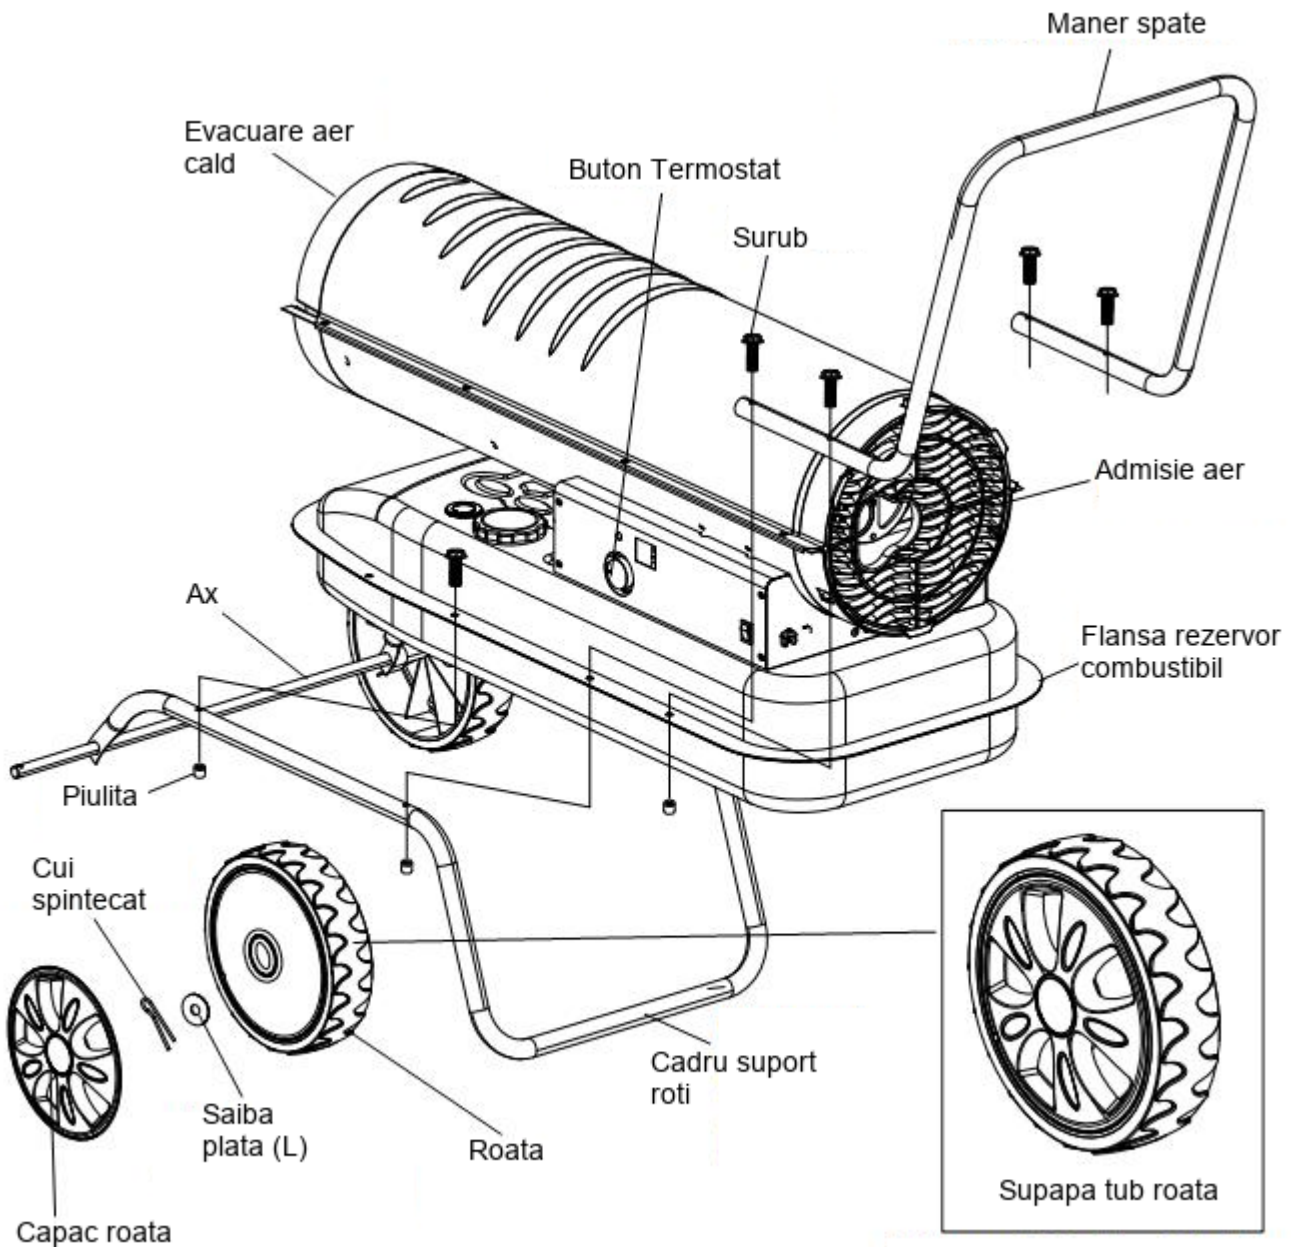

Figura 7. Asamblarea modelelor ZB-K100 / K125 / K175 / K215
2. Introduceti rotile pe ax, asigurandu-va tija supapei (daca este pneumatic) este in exterior (a se vedea Figura 7).
3. Introduceti saibele plate (L) pe ax, pe langa orificiul mic. Introduceti cuiul spintecat in gaura axului si indoiti capetele cuiului cu ajutorul clestelui.
5. Luati manerul din fata si aliniati gaurile de fixare la cele de la rezervor / cadru roti. Introduceti un surub (B) si fixati cu o piulita. Repetati aceasta operatie si pentru celelalte 3 gauri. Strangeti foarte bine cele 4 suruburi si piulite.